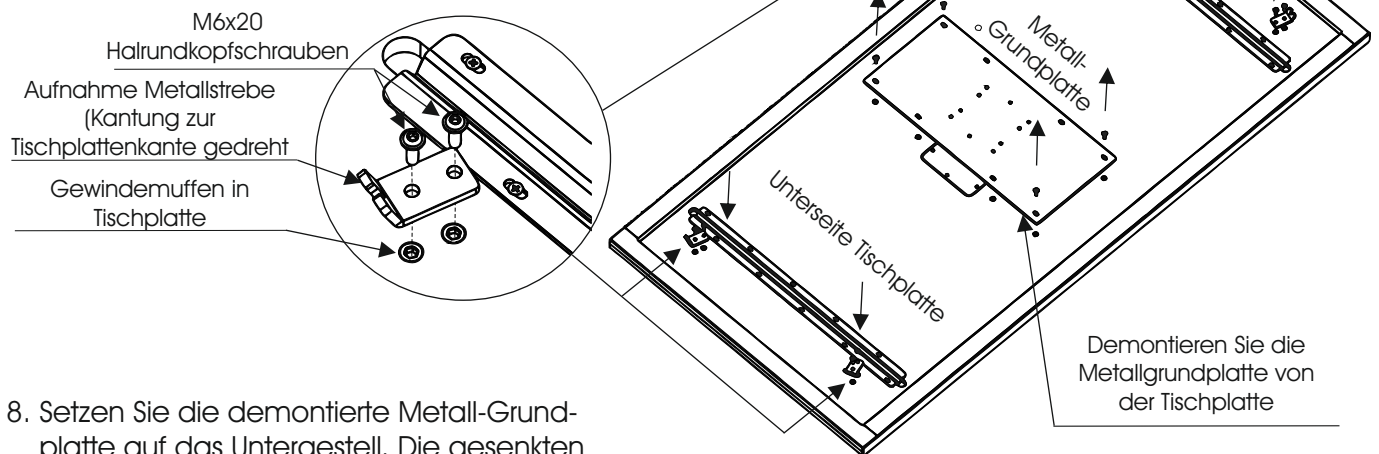

Abb. 5
6. Entfernen Sie die Metallgrundplatte von der Tischplatten - Unterseite. Hierzu drehen Sie die M6x20mm Halbrundkopfschrauben heraus. (Abb. 5)
7. Montieren Sie nun, wie in Abbildung 5 dargestellt, die vier Aufnahmen für die Metallstreben. Verwenden Sie hierzu die M6x20 Halbrundkopfschrauben. Achten Sie darauf, dass die Kantungen immer nach außen gerichtet sind. (Abb. 5)